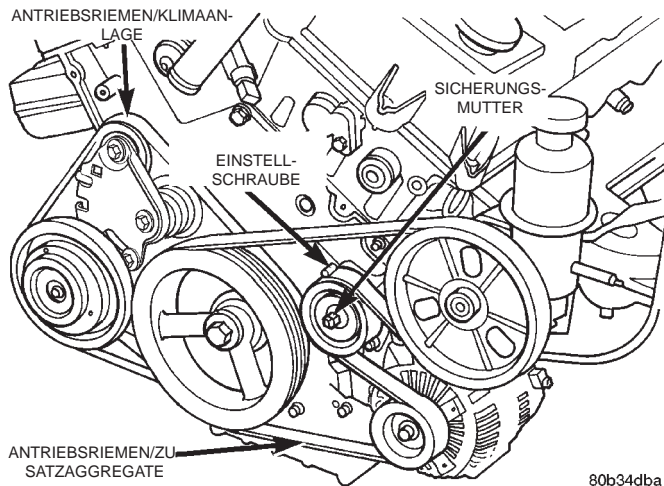

Abb. 32 Antriebsriemen für Zusatzaggregate
(1) Die Sicherungsmutter der Spannrolle lockern (Abb. 32).
(2) Einstellschraube/Riemenspannung lockern (Abb. 32).
(3) Antriebsriemen für Zusatzaggregate abnehmen.